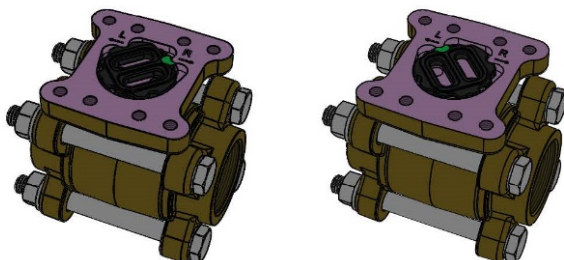

Fig. 7
För att ändra flödesriktningen, demontera de fyra (4) insex-skruvarna som håller membranhuset mot anslutningsröret. Lyft bort indikatornheten så ser du flödesriktningsväljaren i rördelen (den kan eventuellt ha fastnat mot indikatornhetens undersida). Lyft upp flödesriktningsväljaren och placera tillbaka den i önskad riktning (se fig. 7).